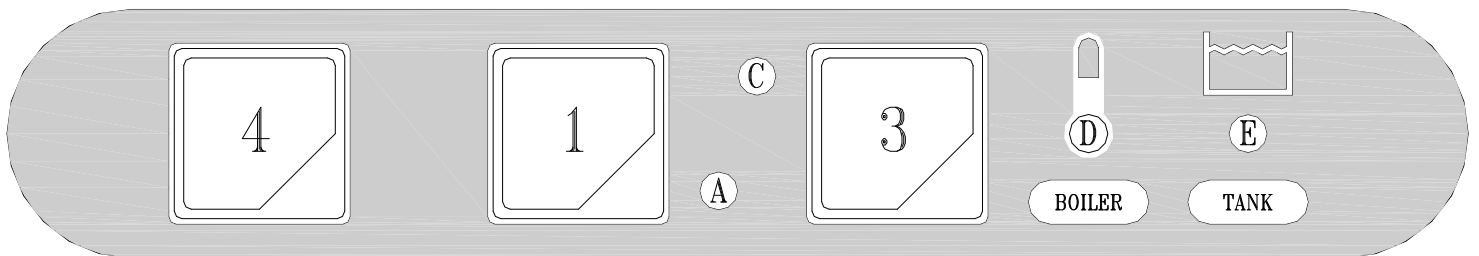

Fig. 3-2
- A riempimento avvenuto, aprire la porta (I) e introdurre il detersivo (ca. 2 gr. per litro di capacità della vasca). Inserire il cesto (L) carico e chiudere la porta (I). Selezionare il ciclo di lavaggio inserendo il pulsante (4): ciclo breve (tasto premuto) – ciclo lungo (tasto rilasciato). A questo punto premere il pulsante START (3) (almeno per 2 secondi) e avrà inizio il ciclo di lavoro visualizzato dalla lampada spia (C): la fine del ciclo coincide con lo spegnimento di questa spia. Per spegnere la macchina si dovrà disinserire l'interruttore (1) portandolo nella posizione (0) spia (A) spenta. (fig.3-2+3-3).
**N.B.:** *Non è possibile avviare il ciclo di lavaggio fino a quando la spia (E) non sarà accesa.*
*E' consigliato avviare il ciclo di lavoro quando la spia del boiler (D) sarà spenta, come indicato al punto 3.2 Messa in funzione giornaliera.*
- When the water intake cycle is complete, open the door (I) and add detergent (about 2 g. per litre of tank capacity). Position the full basket (L) and close the door (I). Select the appropriate washing cycle by pressing button (4): short cycle (button pressed) – long cycle (button not pressed). Now press the START button (3) (at least for 2 seconds) and the wash cycle displayed by light (C) will start. When the cycle is over, this light goes out. To turn off the appliance, turn the switch (1) to 0. Light (A) indicates the appliance is off (fig.3-2+3-3).
**N.B.:** *It is not possible to start a washing cycle till the warning light (E) is off.*
*It is recommended to start a work cycle when the boiler warning light (D) is off, as indicated at point 3.2 - Daily Start Up.*
- Nach erfolgter Füllung die Tür (I) öffnen und das Spülmittel einfüllen (ca. 2g/l Fassungsvermögen des Spülbehälters) Den gefüllten Geschirrkorb (L) einsetzen und die Tür (I) schließen. Das Programm durch Drücken des Druckknopfes (4) wählen kurzer Spülgang (Taste gedrückt) – langer Spülgang (Taste losgelassen). Nun die START-Taste (3) mindestens 2 Sekunden lang drücken, und das Spülprogramm beginnt, die Kontrolllampe (C) leuchtet auf und am Programmende erlischt die Kontrolllampe. Um das Gerät auszuschalten, muß der Schalter (1) auf die Position 0 gestellt werden, die Kontrolllampe (A) erlöscht (fig.3-2+3-3).
**N.B.:** *Solange die Kontrolllampe (E) nicht aufleuchtet, kann der Spülgang nicht gestartet werden.*
*Es wird empfohlen den Arbeitsgang zu starten, erst wenn die Kontrolllampe vom Boiler (D) erlöscht ist, wie in Abschnitt 3.2 "Tägliche Inbetriebnahme" angegeben.*
- Lorsque le remplissage est terminé, ouvrir la porte (I) et verser le déterfif (environ 2 g pour chaque litre remplissant la cuve). Introduire le panier (L) plein et fermer la porte (I). Sélectionner ensuite le cycle de lavage en actionnant le bouton-poussoir (4) cycle court (touche enfoncée) – cycle long (touche relâchée). A ce stade, presser le bouton-poussoir START (3) (au moins 2 secondes) et le cycle de fonctionnement commencera, visualisé par la lampe-témoin (C). La fin du cycle coïncide avec l'extinction de ce voyant. Pour arrêter la machine, il faudra débrancher l'interrupteur (1) en le ramenant sur la position 0: lampe-témoin (A) (fig.3-2+3-3).
**N.B.:** *Il n'est pas possible de commencer le cycle de lavage jusqu'à quand la lampe-témoin (E) n'est pas allumée.*
*Il est conseillé de commencer le cycle de travail quand la lampe-témoin (D) sera éteinte, comme indiqué au point 3.2 – Mise en Marche.*
- Después del llenado, abra la puerta (I) y vierta el detergente (2 gramos aproximadamente por litro de capacidad de la cuba). Introduzca el cesto (L) carga y cierre la puerta (I). Seleccione el ciclo de lavado por medio del selector (4) ciclo breve (tecla pulsada) – ciclo largo (tecla soltada). Pulse ahora START (3) (al menos durante 2 segundos) para arrancar el ciclo de trabajo: se enciende la luz testigo (C), que se apagará al final del ciclo. Para apagar la máquina desconecte el interruptor (1): posición 0, luz testigo (A) apagada (fig.3-2+3-3).
**N.B.:** No es posible empezar el ciclo de lavado hasta que el piloto (E) no se enciende.